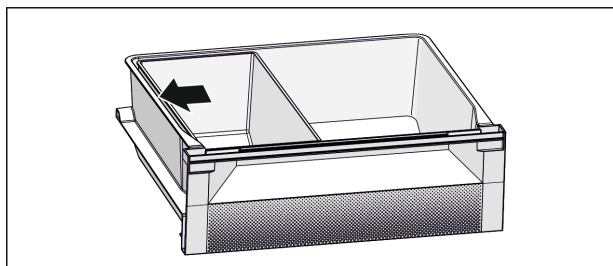

Fig. 7
- For optimal kølefunktion: Placer Fish & Seafood-bakken som vist på illustrationen (se Fig. 7).